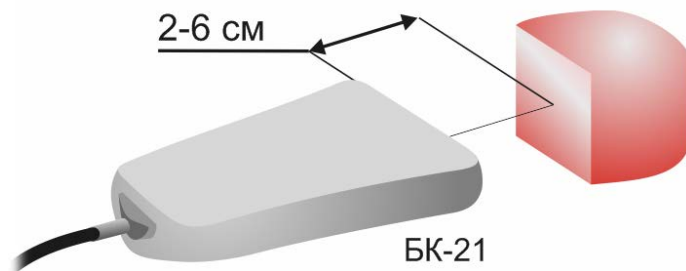

Рис. 10
4.4.3.2. Для индикации температуры необходимо расположить выносной блок БК-21 таким образом, чтобы передняя торцевая плоскость, на которой находятся чувствительные элементы, располагалась напротив поверхности испытуемого объекта на расстоянии 2 - 6 см (рис. 10). Далее выбрать в меню «Измерение» или «Маршрут» соответствующий профиль и произвести измерение.